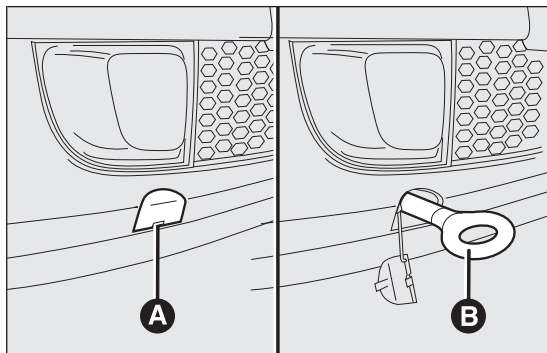

fig. 131
- décrocher le bouchon A fig. 131